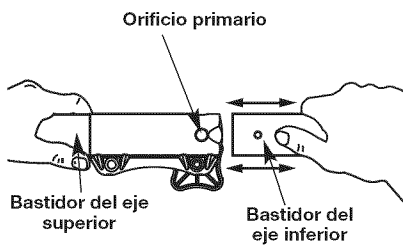
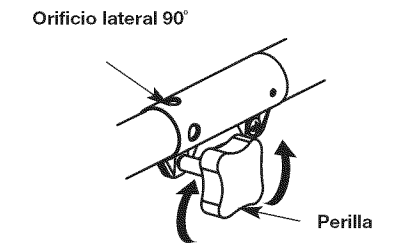

Fig. 4
Fig. 5
PRECAUCIÓN: Antes de operar esta unidad, cerciórese de que el botón de liberación esté completamente encajado en el orificio principal (Fig. 4) y de que la perilla de ajuste (Fig. 5) esté firmemente apretada.
- Gire la perilla en sentido antihorario para aflojarla (Fig. 5).
- A la vez que sostiene firmemente el accesorio de corte u otro accesorio, empujelo derecho hacia el interior del acoplador Convertible™ hasta que el botón de desconexión encaje sólidamente en el orificio principal (Fig. 4).
- Gire la perilla en sentido horario para ajustarla (Fig. 5).
Para realizar recortes decorativos con el accesorio de corte de cabezal de línea u otro accesorio, trabe el botón de desconexión del accesorio de corte u otro accesorio en el interior del agujero de 90° (Fig. 5).
- A la vez que sujeta la caja del eje superior, tire del accesorio de corte u cualquier otro accesorio recto hacia afuera del acoplador Convertible™ (Fig. 4).